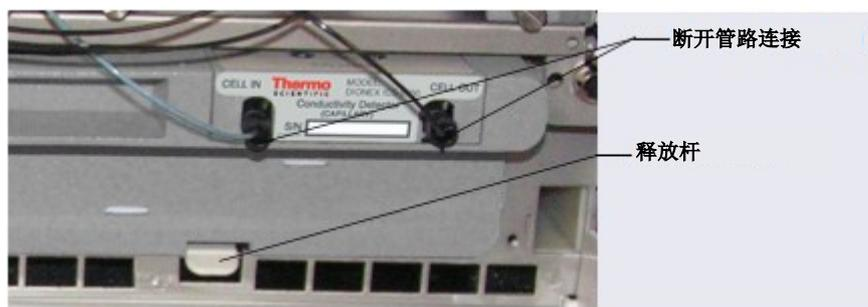

图 10-58. 断开 CD 液体管线连接（毛细管 CD 如图所示）
3. 打开 DC 上门，断开管路与电导检测器入口和电导检测器出口接口的连接（见图 10-58）。
5. 按下位于检测器下方的释放杆（见图 10-58）。检测器会从 DC 检测器室中稍稍弹出。抓住检测器顶部，向外拉动，即可从检测器室内拆除检测器。**请勿从电导检测器入口和电导检测器出口接头处拉动。**